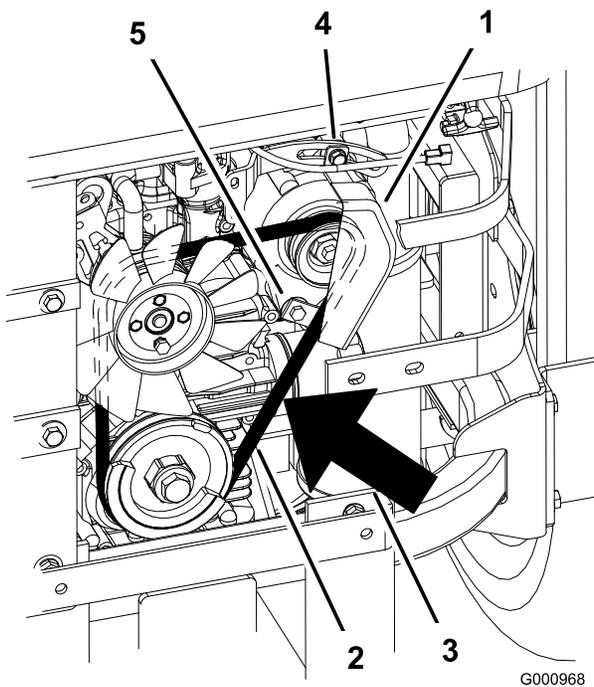

Figura 72
2. Ajuste o alternador para fora até haver 7 a 9 mm de deflexão na correia entre as polias do alternador e motor com 10 kg de força (Figura 72).
5. Se a deflexão estiver correcta, aperte os parafusos inferior e superior (Figura 72).